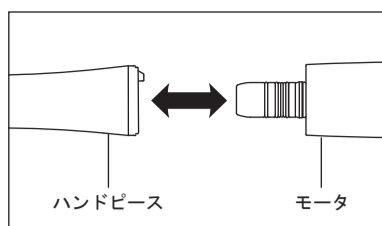

図1
- 1) ハンドピースをモータにまっすぐ挿し込みます(図1)。ハンドピースを左右どちらかに「カチッ」と音がするまで回してロックします。